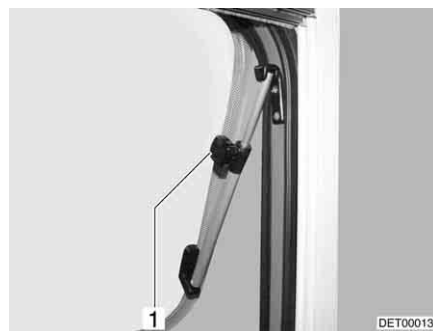

Fig. 90 Janela de projetar com defletor rotativo
- Abra a janela de projetar até à posição pretendida, fixando-a com o botão serrilhado (Fig. 90,1).
- Gire o botão serrilhado (Fig. 90,1), até o fixador ficar livre.